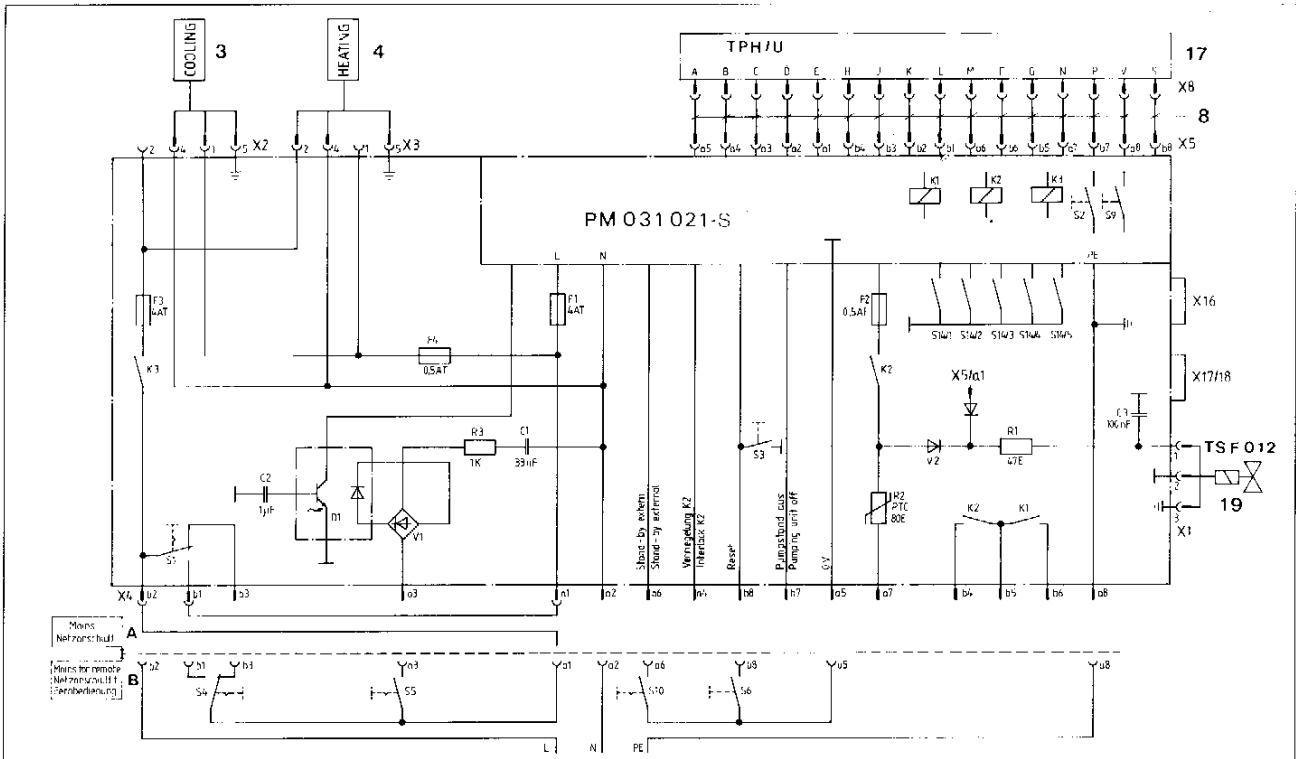

Fig. 7
Der Netzanschluß ist nach den örtlichen Bestimmungen auszuführen. Die Antriebselektronik TCP 380 ist für Netzspannungen von 100 – 240 V  $\pm$  10%, 50 – 60 Hz ausgelegt. Der Netzanschluß erfolgt nach Schaltplan PM 021 949 -S, Fig. 7, an der 16-poligen Messerleiste X4.
The mains connection must be made according to local regulations. The Electronic Drive Unit TCP 380 has been designed for mains voltages from 100 – 240 V  $\pm$  10%, 50 – 60 Hz; connection to the mains is made according to wiring diagram PM 021 949 -S, Fig. 7, at the 16-poles multiple plug X4.
Les branchements sur le réseau secteur sont à reconduire selon les prescriptions locales. La commande électronique TCP 380 est prévue pour des tensions secteur de 100 à 240 V  $\pm$  10% 50 ou 60 Hz. Les branchements eux-mêmes sont accomplis comme indiqués par le schéma de connexions PM 021 949 -S (Fig. 7), par l'intermédiaire du connecteur X4 à 16 broches.
- Die Ventilatoren für TPH/TPU 330/510 sind für 110 V, 50/60 Hz ausgelegt. Der elektrische Anschluß erfolgt nach Fig. 7.
- The fans for the TPH/TPU 330/510 are designed for 110 V, 50/60 Hz. Electrical connection is made as shown in Fig. 7.
- Les ventilateurs pour les TPH/TPU 330/510 sont prévus pour une tension de 110 V 50/60 Hz. Branchement électrique: voir Fig. 7.